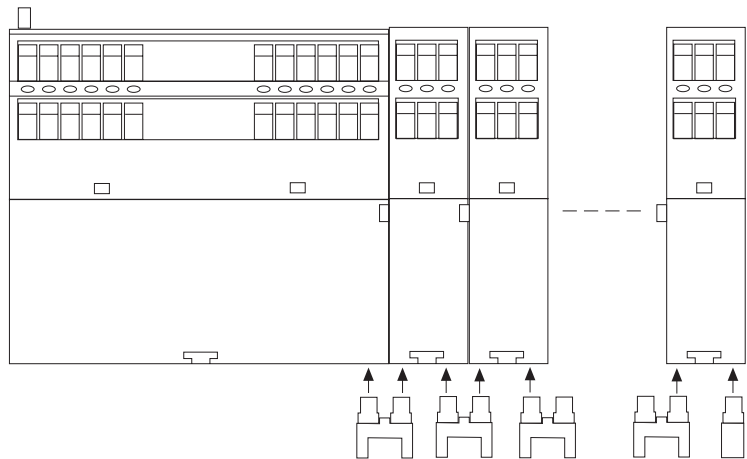

Fig. 3: Conectar el PNOZ XM1 y el dispositivo de ampliación con conectores puentes, en el último dispositivo de ampliación enchufar un conector final/
- Conecte hasta 9 dispositivos de ampliación de igual modo (Fig. 3). La combinación de PNOZ XE1 y PNOZ XE 2 es arbitraria.
- Enchufe en el conector derecho del último dispositivo de ampliación el conector puente, que Ud. ha extraído del XM1 (Fig. 3).
- Collegare in modo identico fino a max. 9 dispositivi di ampliamento (fig. 3). E' possibile combinare PNOZ XE1 e PNOZ XE 2.
- Innestare sul connettore destro dell'ultimo dispositivo di ampliamento il connettore di terminazione staccato dal PNOZ XM1 (fig. 3).
- Verbind maximaal 9 uitbreidingsrelais op dezelfde manier (fig. 3). De combinatie van PNOZ XE1 en PNOZ XE2 is willekeurig.
- Steek op de rechter connector van het laatste uitbreidingsrelais de busconnector die u uit de PNOZ XM1 getrokken heeft (fig. 3).